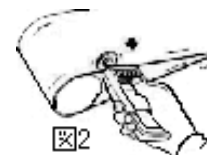

図2
- (3) 電源スイッチを押し続け、図 2 に示す様に測定物に周速リングを押し当てます。
- (4) これで 1 秒毎に周速をデジタル表示します。